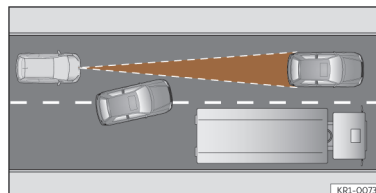

Fig. 123 Mudança de faixa de um veículo.
- Veículos que mudem para a faixa na qual circula a pouca distância do veículo >>> **Fig. 123.**